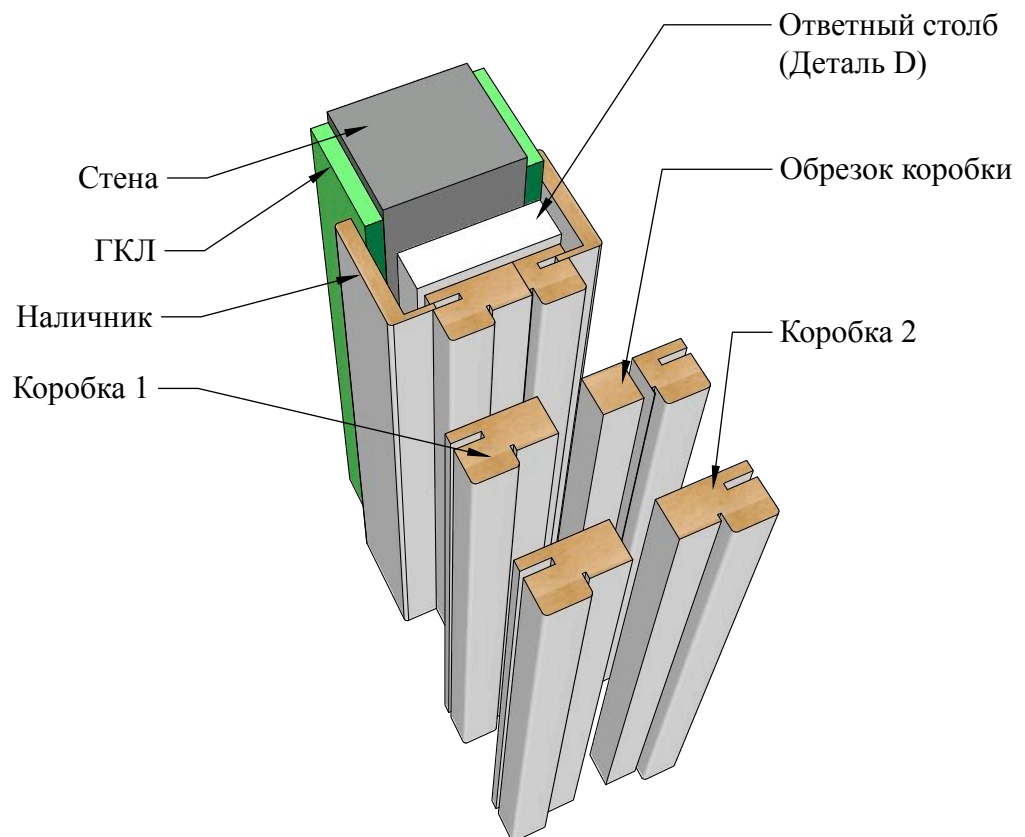

Рисунок 31
4. Использовать дверную коробку для формирования ответного столба (Рис.31).